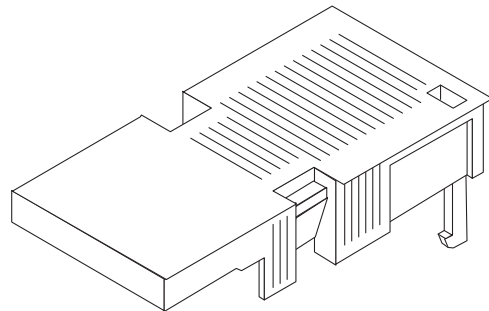

BILD 4-10 Likströmsanslutningsdelar
1. Identifiera de delar som du kommer att använda för att montera likströmskabeln (BILD 4-10).